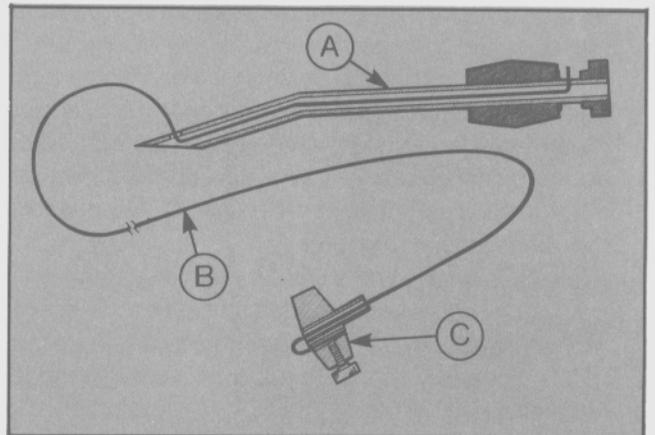

Fig. 35 - Herramienta especial
Importante: Cuando se realizan operaciones de desmontaje de cristales, utilizando la herramienta especial T84G-42084-BAS (Fig. 35), se deberá tener la precaución de utilizar guantes y lentes protectores. Esta medida de seguridad es fundamental debido a que durante las operaciones de corte del adhesivo podrían desprenderse pequeños fragmentos de cristal.
- Preparar la herramienta especial T84G-42084-BAS. Para ello, introducir 1,10 mt de cable de corte por el extremo de sujeción y asegurarlo al mismo (Fig. 35).